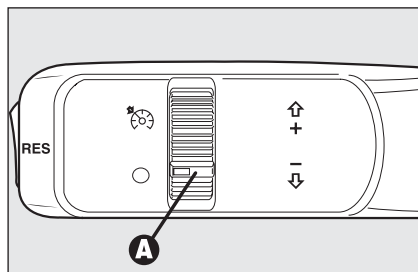

fig. 57
Ruotare la ghiera **A-fig. 57** su .
- ruotare la ghiera **A-fig. 57** su  e premendo il pedale dell'acceleratore portare la vettura alla velocità desiderata;
- ❑ ruotando la ghiera **A-fig. 57** su **O**;
In caso di funzionamento difettoso od avaria del dispositivo, ruotare la ghiera A-fig. 57 su O e rivolgersi alla ai Servizi Autorizzati Alfa Romeo dopo aver verificato l'integrità del fusibile di protezione.